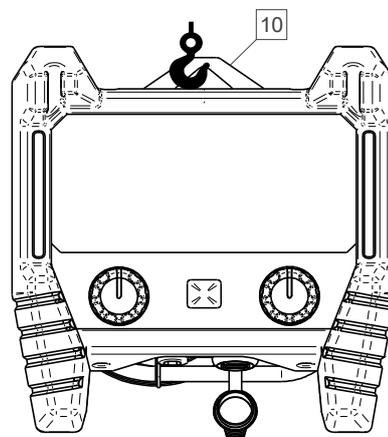

Figura 6
- Suporte [10], o qual é utilizado para suspender o dispositivo RC (Figura 6).